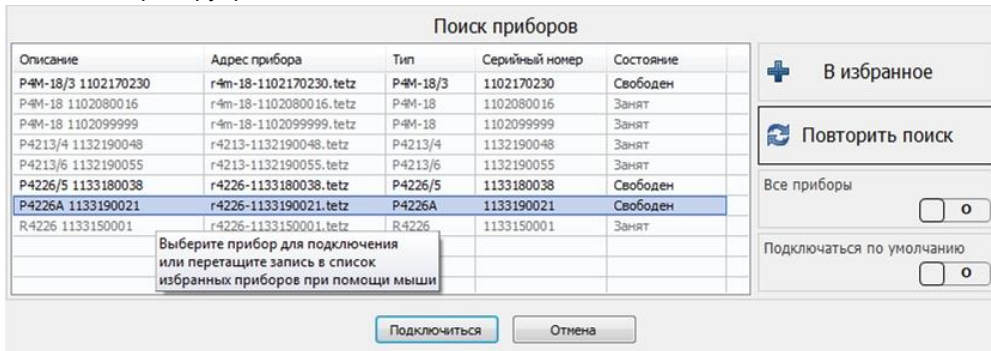

Рисунок 8. Подключение к ВАЦ.
3. Подключиться к прибору, рис. 8.